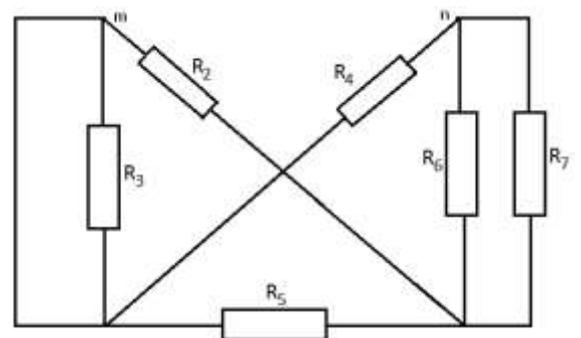

Рис. 168
1.5.2. Определяем эквивалентное сопротивление генератора. Для этого источники ЭДС закорачиваются (заменяются на отрезок провода, причем их внутреннее сопротивление остается в схеме – рис. 168). Произведем расчет входного сопротивления оставшейся схемы относительно зажимов m и n .